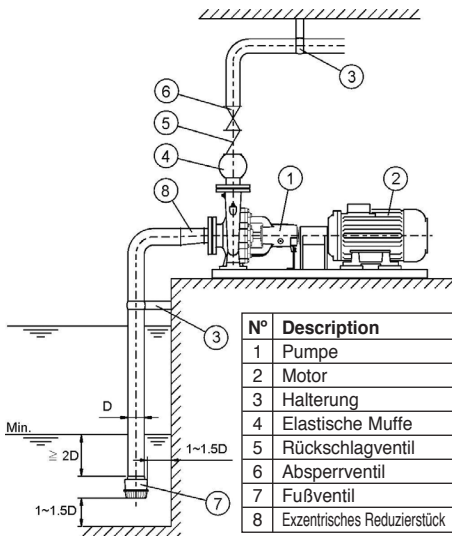

Abb. 1
(1) Kraftübertragung über die Druck- und Ansaugrohre durch Einbau einer geeigneten Halterung vermeiden.
(2) Rückschlagventil (zwischen Pumpe und Druckleitungsventil) in folgenden Fällen einbauen:
(3) Automatische Entlüftungsventile an den Stellen einbauen, an denen die Bildung von Luftsäcken nicht verhindert werden kann. Diese dürfen jedoch nicht benutzt werden, wenn der Druck geringer als der atmosphärische Druck ist, da die Luft angesaugt statt ausgestoßen würde.
(4) Um die Wirkung von Widerstößen zu vermindern, kann ein Rückschlagventil mit Feder eingebaut werden.
(5) Installation in Saugleitung (siehe Abb. 1):